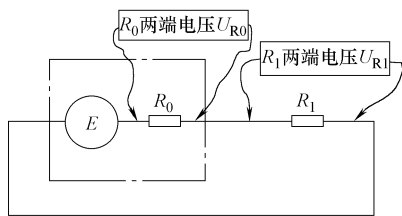

图 4-105 示意图
8) 当电源两端接上负载后，如图 4-105 所示，电路中的各电压之间关系是